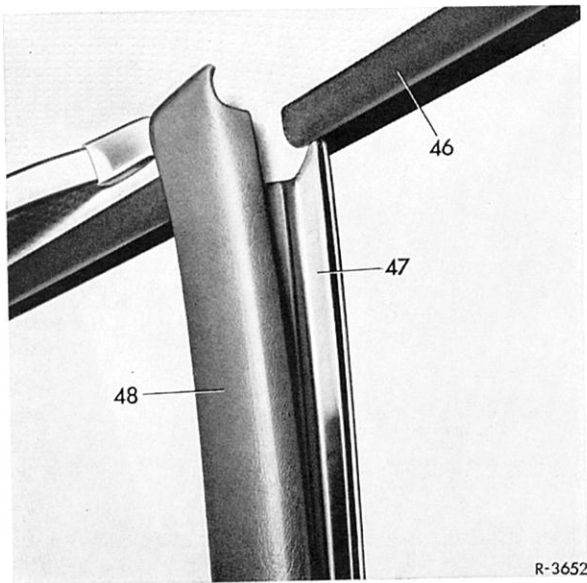

Bild 78-1/9
- 7 Kantenschutzprofil (46) an den beiden Fondtürenausschnitten ausbauen. Dazu Abdeckungen (48) der mittleren Kastensäulen (47) lösen (nicht abschrauben) (Bild 78-1/9).